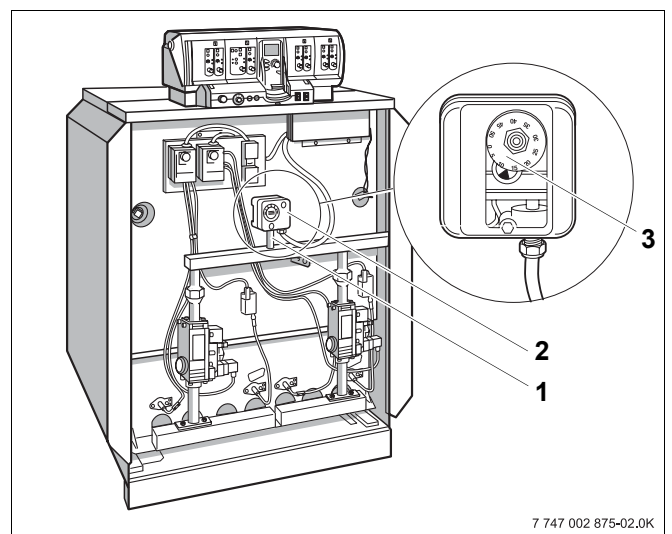

Рис. 47 Монтаж / переналадка реле контроля давления газа
- Установите звено трубопровода (входит в поставку деталей для перехода на другой вид газа) прямой стороной в трубу для подключения газа (рис. 47, поз. 1).
- Установите реле контроля давления газа (рис. 47, поз. 2) (входит в поставку деталей для перехода на другой вид газа) регулировочным диском вперед на уголок звена трубопровода.